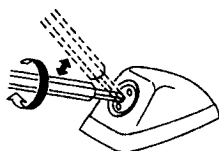

Рис. 12.50 Регулировка разбрызгивателей стеклоомывателей (См. Раздел 27)
7. Если необходимо, разбрызгиватели можно отрегулировать, вставив инструмент с квадратным концом в регулировочное отверстие (12.49) и отрегулировав разбрызгиватели так, как показано на Рис. 12.50.